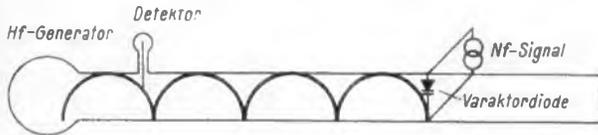

Bild 1. Phasenverschiebung einer stehenden Welle mit Hilfe einer Varaktordiode. Das Nf-Signal bewirkt dabei eine Phasenmodulation
Bild 1 zeigt schematisch die Phasenverschiebung einer stehenden Welle mit Hilfe einer Varaktordiode in einem Phasenmodulator. Gibt man die Generatorleistung auf einen an einem Ende kurzgeschlossenen Hohlleiter, so entsteht eine stehende Welle. Wird nun der Kurzschlußschieber verstellt, so ergibt sich eine Phasenverschiebung der Welle gegen den Detektor. Anstelle des beweglichen Kurzschlußschiebers kann aber auch ein fester Hohlleiterabschluß vorgesehen und die Phasenverschiebung elektronisch durch eine Varaktordiode erzeugt werden. Der Varaktor ist dann direkt in das Feld der stehenden Hohlleiterwelle im Maximum der elektrischen Feldstärke einzubauen.
Die Prinzipschaltung eines Amplitudenmodulators mit Varaktor ist aus Bild 2 zu ersehen. Damit ist praktisch auch die Möglichkeit einer Impulsmodulation gegeben, die sich als Spezialfall der Amplitudenmodulation auffassen läßt. Die Senderenergie wird hierzu durch ein sogenanntes Magisches T (1) in zwei am Ende kurzgeschlossene Hohlleiter (2) aufgeteilt. Darin ergeben sich dann stehende Wellen. In einem Arm des Magischen T wird nun eine Phasenmodulation vorgenommen, wie in Bild 1 beschrieben. Bei richtiger Justierung des Aufbaus entsteht im vierten Arm des Magischen T als Summe der in den Seitenarmen reflektierten Komponenten eine amplitudenmodulierte Schwingung.